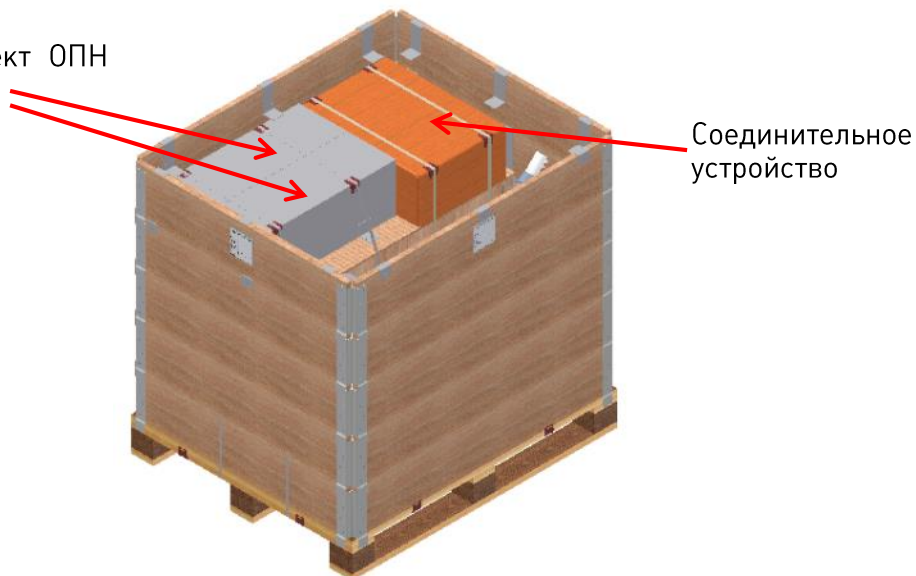

Рис.5.6. Упаковка со снятой верхней полкой
3. Снять один ярус бортов. Демонтировать верхнюю полку, предварительно выкрутив шурупы, вкрученные в нее по периметру снаружи. На промежуточной полке закреплены, см. **рис.5.6:**